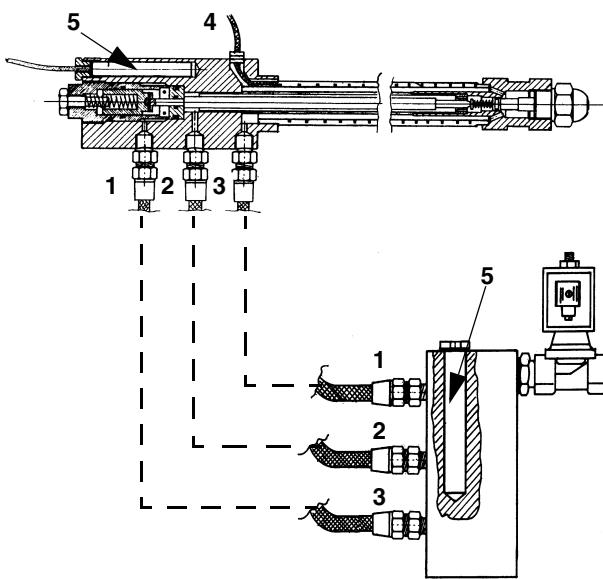

Рис. 28
- Открутить мазутные соединительные детали Е, которые крепят мазутные шланги к форсме, и снять полностью весь узел, как показано на Рис. 28.